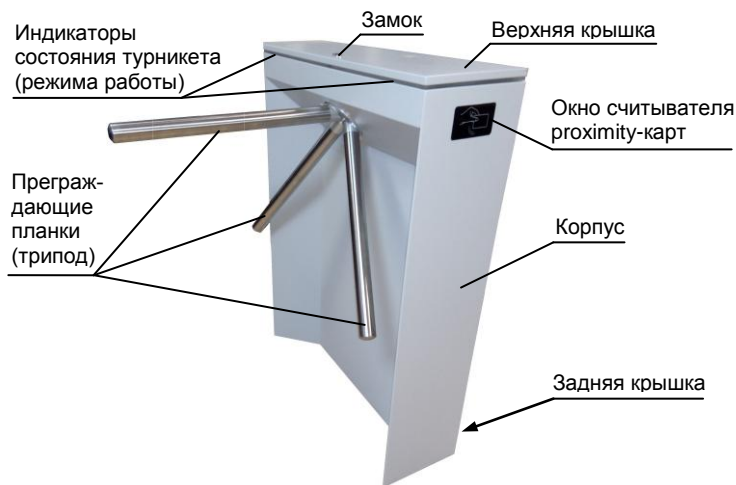

Рис.1 Общий вид турникета
- индикаторы состояния (рис.1) засветятся красным – турникет находится в режиме «Ожидания»;